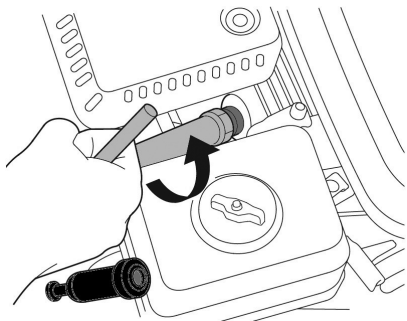

Рис. 25 Обслуживание свечи зажигания
- Открутите свечу зажигания свечным ключом (Рис. 25).